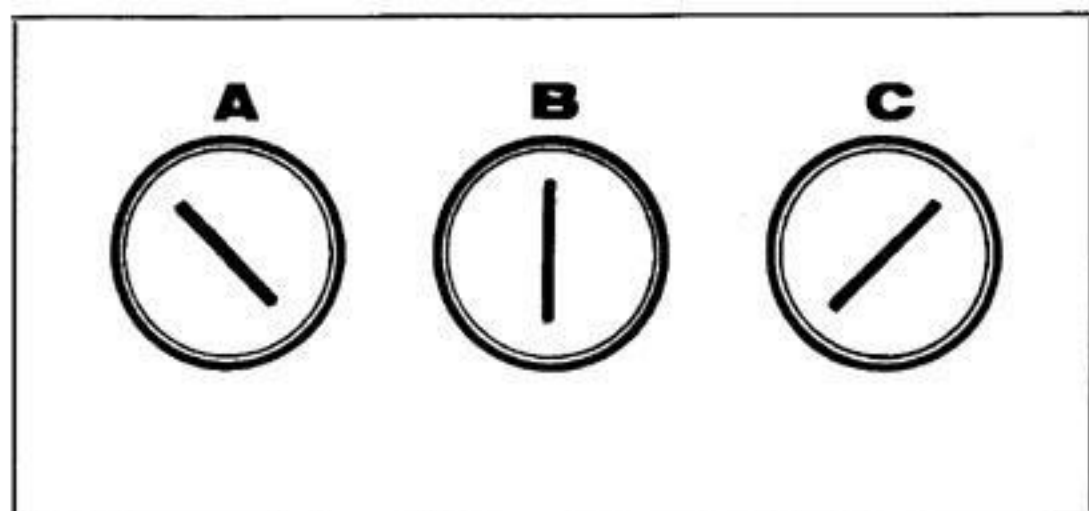

Fig. 18
5) Key switch (see Fig. 18)
WIRING SYSTEM OPERATION (see Fig. 18).